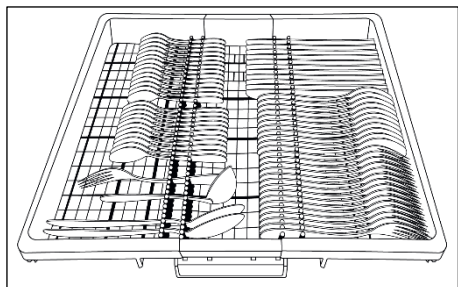

Fig. 6.
- Pour la vidange, introduire le tuyau dans l'installation de vidange, en prenant soin de ne pas le plier car l'écoulement des eaux s'en trouverait perturbé (fig. 6).
Utilisez le troisième panier pour y placer les couverts, comme cela est montré sur l'image (fig.6).